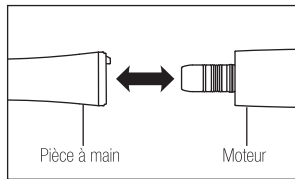

Fig. 2
- 1) Connectez la pièce à main directement au moteur (Fig. 2). Si vous connectez une pièce à main optique, vissez la pièce à main jusqu'à ce que vous entendiez un clic indiquant qu'elle est bien positionnée.